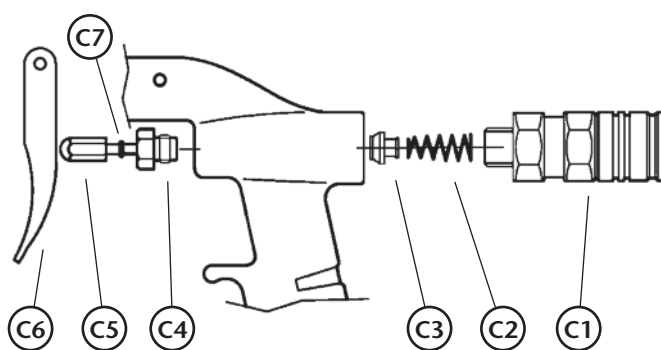

Fig. 4
1. Unscrew and remove the quick coupler (C1) (fig. 4).
1. Desenroscar y retirar el enchufe rápido (C1) (fig. 4).
1. Desserrer et retirer le raccord rapide (C1) (voir Fig. 4).
1. Schnell-Kupplung (C1) abschrauben (Bild 4).